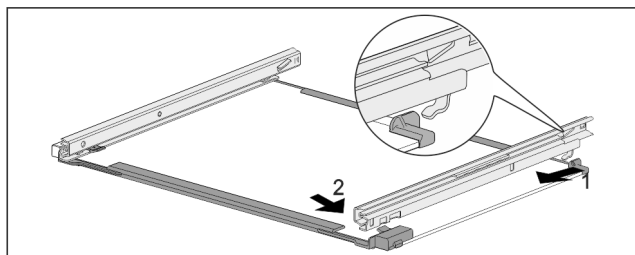

Fig. 175 Skleněná deska s kolejničkami
- Zahákněte kolejničku vzadu. Fig. 175 (1)
- Zaklapněte kolejničku vpředu. Fig. 175 (2)